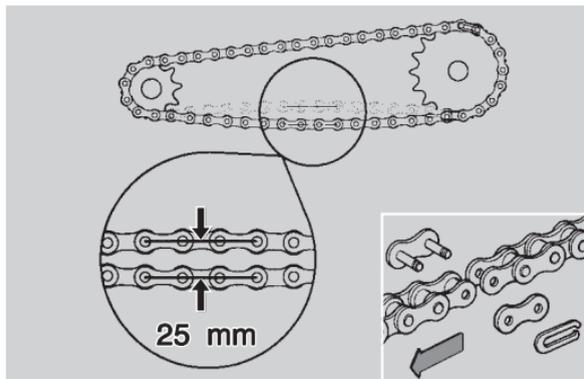

Abb. 31
- beim Herunterdrücken des unteren Teils der Kette zwischen dem Kettenrad und dem Zahnrad muß das Kettenspiel ungefähr 25 mm betragen (Abb. 31);
Wenn Sie die Treibkette demontieren und wieder einbauen, prüfen Sie ob der offene Teil der Feder des Kettengliedes in entgegengesetzter Richtung zur Fahrtrichtung installiert wurde (Abb. 31).